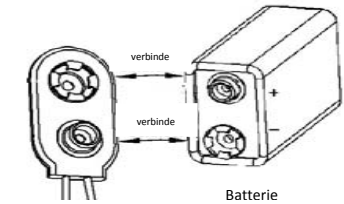

BILD 1
2. Nehmen Sie die Batterie heraus. Setzen Sie die neue Batterie richtig ein (siehe Bild 1).